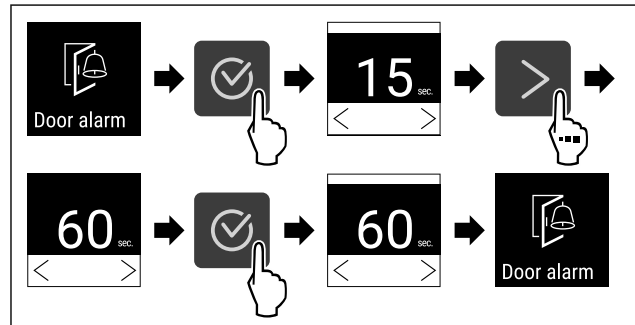

Fig. 88
- ▶ Kryeni hapat e veprimit (shihni Fig. 88).